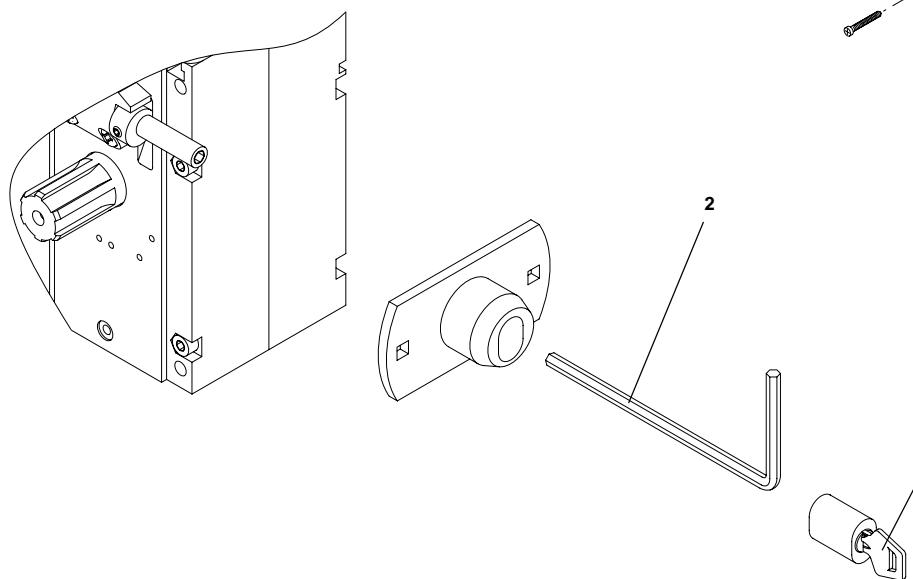

Fig.13
7.3 Sblocco esterno con chiave personalizzata (fig. 13).
7.3 External release with personalized key (fig. 13).
- Remove the block with the personalized key 1
7.3 Déblocage extérieur avec clé personnalisée (fig. 13)